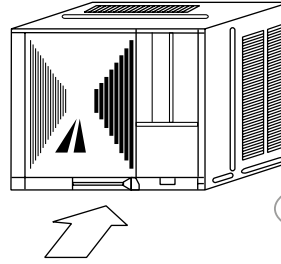

figura 28
- 4 - Deslice el chasis de la unidad dentro del gabinete (figura 28).